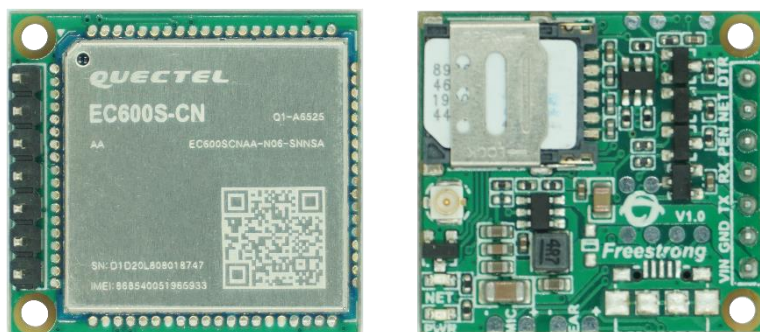

图 1.2.1.1 插卡示例图
1. 焊接上排针(核心板出厂默认不焊排针)并插入相应的 SIM 卡，如图 1.2.1.1 所示。